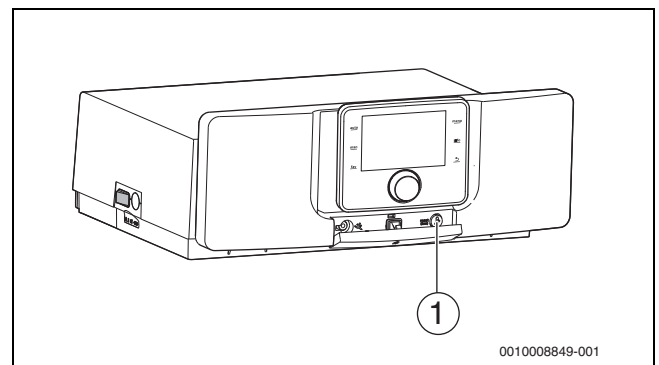

Bild 20 Schornsteinfeger-, Reset- und Notbetrieb-Taste an der Bedieneinheit
Da der Brenner werkseitig im Störungszustand ausgeliefert wird, müssen Sie den Brenner vor der ersten Inbetriebnahme entstören, indem Sie die Reset-Taste (→ Bild 20, Seite 17) drücken. Oder Reset-Taste am Feuerungsautomat drücken (wie folgt beschrieben).
Da der Brenner werkseitig im Störungszustand ausgeliefert wird, müssen Sie den Brenner vor der ersten Inbetriebnahme entstören, indem Sie die Reset-Taste (→ Bild 20) drücken. Oder Reset-Taste am Feuerungsautomat drücken (wie folgt beschrieben).
- Um die Abgastest-Funktion an der Bedieneinheit aufzurufen, Schornsteinfeger-Taste drücken (→Bild 20). Im Display erscheint das Symbol . Der Brenner startet.